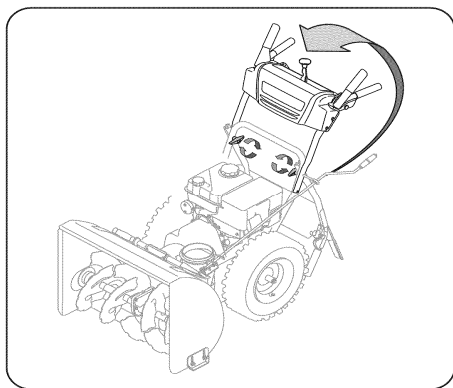

Рис. 1
2. Перед тем как повернуть ручку вверх, осмотрите нижнюю заднюю часть снегоуборочной машины, чтобы убедиться, что оба троса проходят по направляющим роликам (См. Рис. 1).